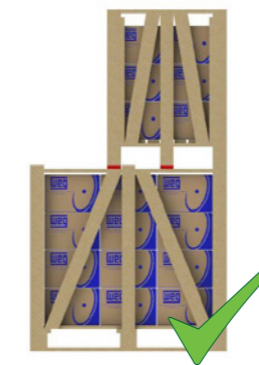
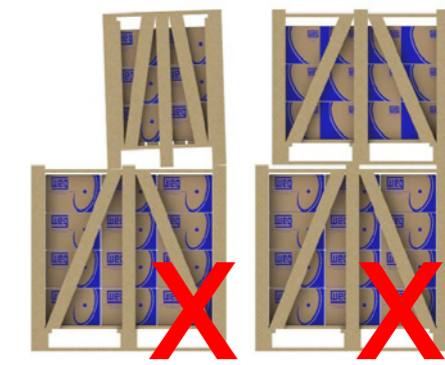

Figura 5.3 - Empilhamento adequado.
Figura 5.4 - Empilhamento inadequado.
3) Os pés das embalagens superiores devem estar apoiados sobre calços de madeiras (Figura 5.3) e não sobre as fitas de aço e nem tampouco ficar sem apoio (Figura 5.4).